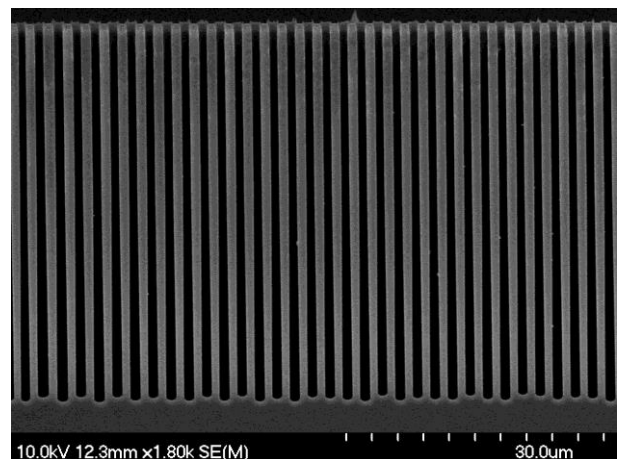

Fig. 2 1 μ m trench of 2nd trial (CAP-112 mask).
(2) DRIE 処理中の条件変更を連続的にすることで, 表面近傍の異常形状が解消された (Fig. 2). 深さは 45 μ m 程度で, >50 μ m の目標に不足するが, 今後詳細を詰めることで達成可能となる感触を得た.